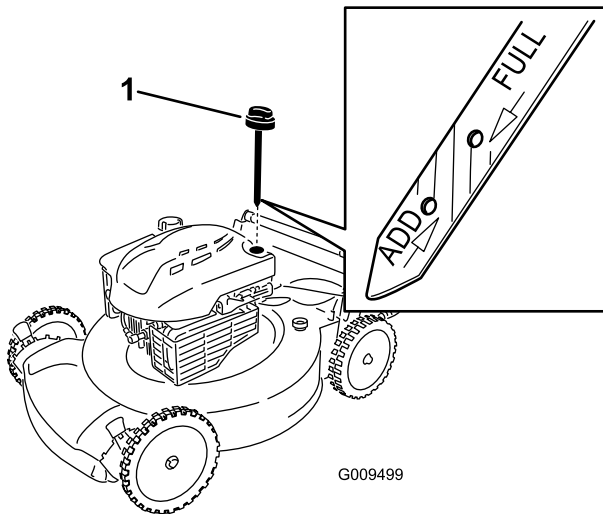

Figure 4
1. Retirez la jauge (Figure 4).
2. Versez de l'huile lentement dans le goulot de remplissage pour faire monter le niveau jusqu'au repère du plein (Full) sur la jauge (Figure 4). **Ne remplissez pas excessivement.**